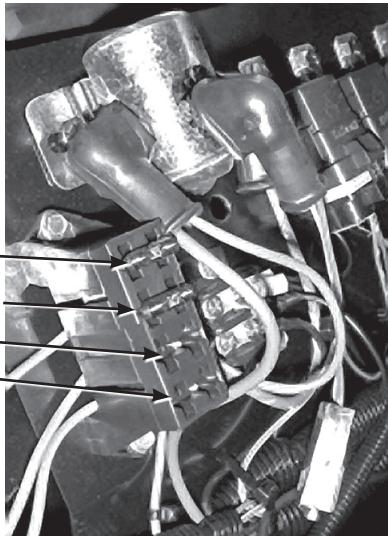

図57
全部で2本のヒューズを使用し、2本の未使用スロットがあります。ヒューズは運転席下(図57)に取り付けてあります。
- バッテリー・ボックスのノブ(図57)をゆるめ、カバーを外す。
- バッテリー押さえと付属の金具類を外す(図57)。